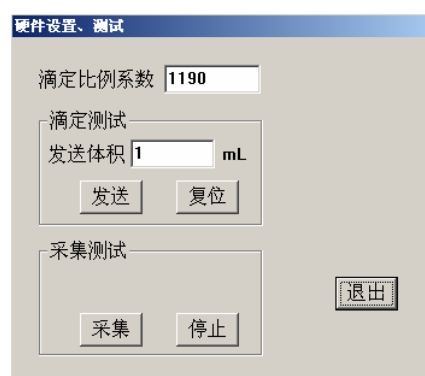

图 3
(1) 将浸泡好的玻璃 PH 电极的插头接到主机后面板的指示电极插座上; 敏感端固定到电极架上。
(2) 将 217 型甘汞电极的插头接到主机后面板上的参比电极插座上; 敏感端固定到电极架上。
(3) 将 902 型铂电极的连接头连接到主机后面板上的辅助电极接线柱; 敏感端固定到电极架上。
(4) 将滴定头固定到电极架上; 并在滴定头下放一只装废液的烧杯。
(5) 将配制好的高氯酸—冰乙酸—丙酸标准滴定液注入专用试剂瓶 (棕色) 中, 并将吸液管插入专用试剂瓶 (棕色) 中。
(6) 先将主机与计算机之间用 RS-232 专用线连接好, 主机与搅拌器用专用三连接起来。打开电源, 启动应用软件, 单接工具栏中“仪器”再单击下拉菜单中“硬件”“滴定测试”, 如图 3 所示, 输入体积数 (20~30mL), 按“确定”使整个管路充满标准滴定液 (个别的小气泡赶不出来, 不影响测定结果)。